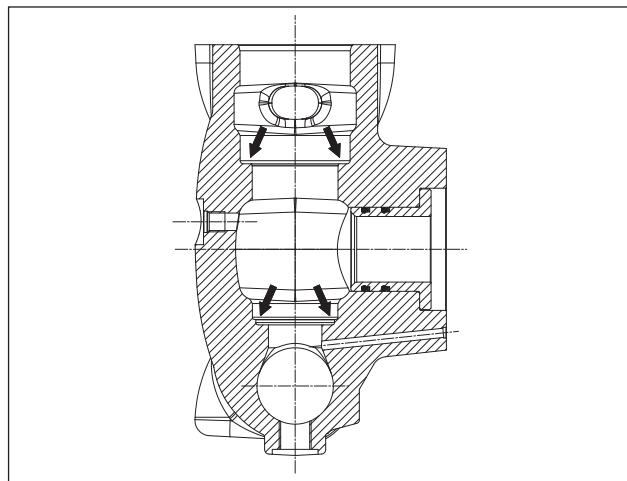

Abb. 109
Vor dem Wiedereinbau der Ventilgruppen reinigen und trocknen Sie gründlich ihre Sitz im Kopf, siehe Pfeile (Pos. ①, Abb. 109).